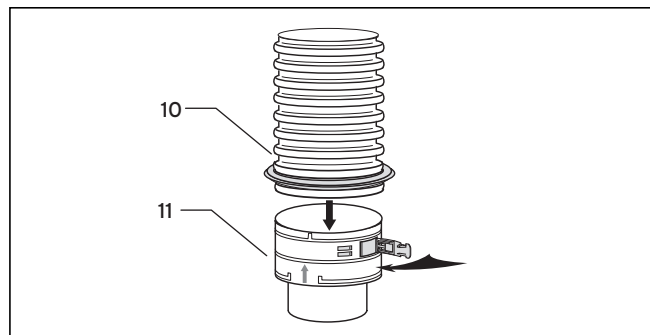

Рис. 5.40 Вставной элемент с гибким выпускным газопроводом
- Поступайте так же, как и при монтаже вставного элемента (см. рис. 5.40).